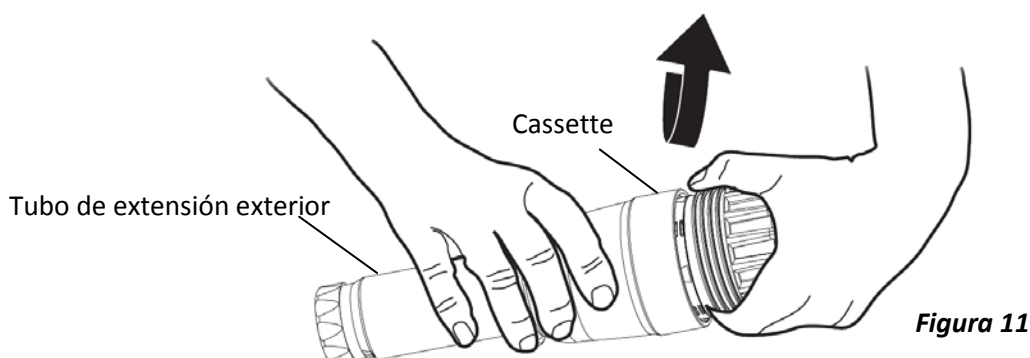

Figura 11
- Enrosque el tubo de extensión exterior al cassette y apriételo (Figura 11).